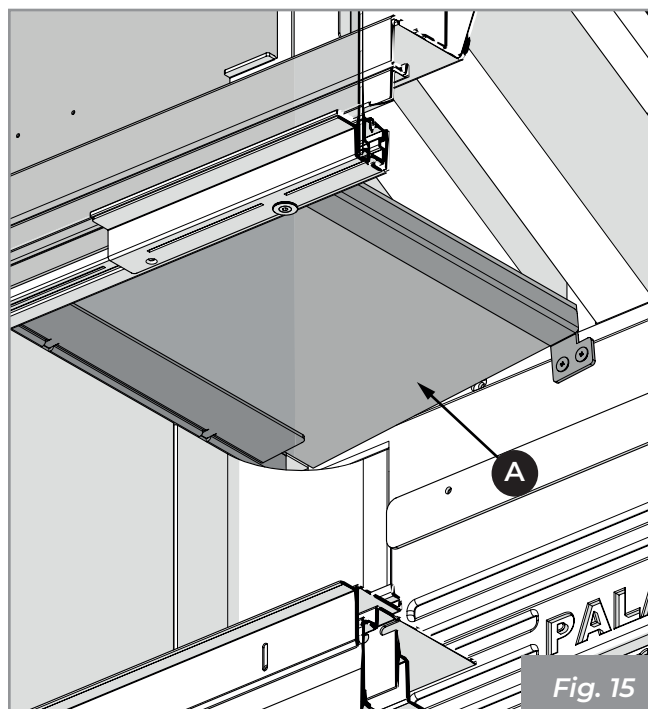

Fig. 15
- 1) Faire glisser et retirer le déflecteur inférieur (A) (Fig. 15).